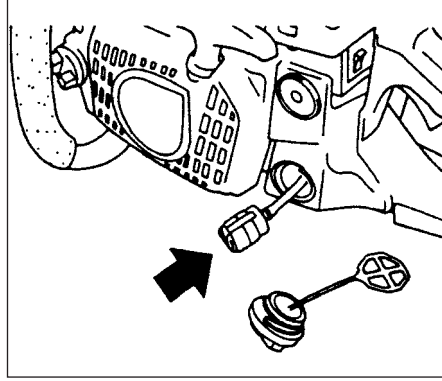

Fig.3-7
**Filtro de combustible (Fig. 3-7)**